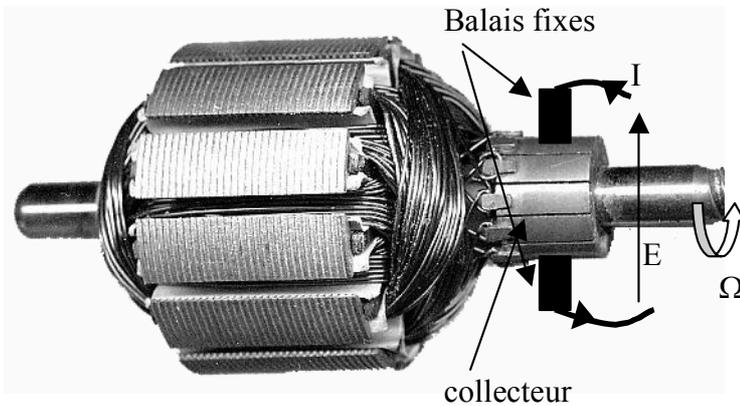
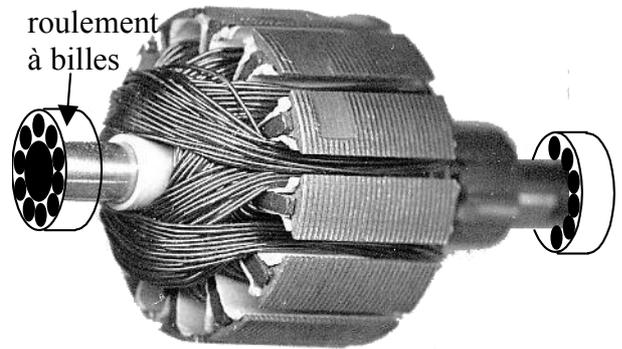
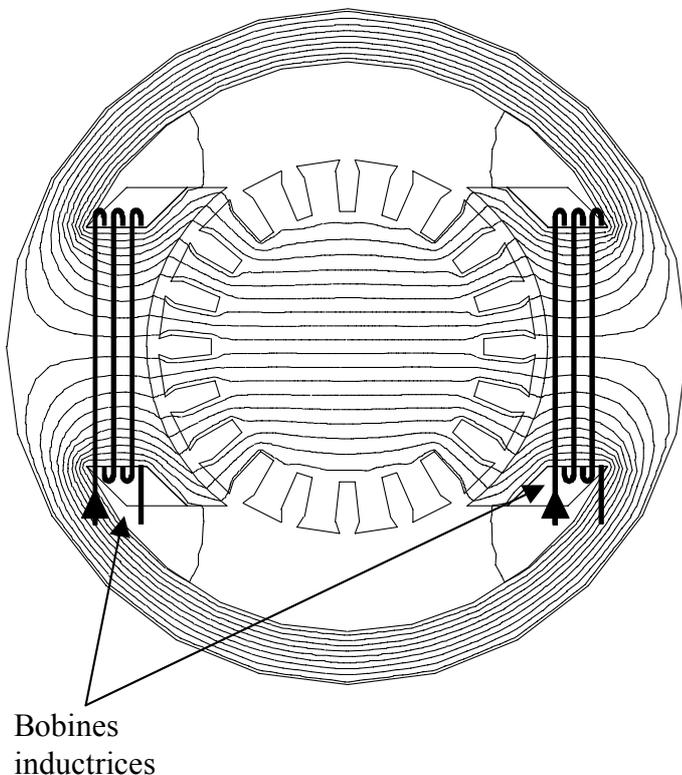

Figure 1
Figure 2
Figure 3
c) Sur l'ensemble des figure 1, figure 2 et figure 3, indiquer la localisation des différentes pertes (Joule, fer et mécanique) rotoriques et statoriques.